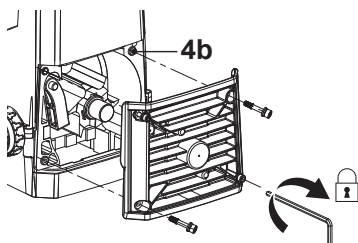

Fig. 15
5. Remettez en place la lame et la contre-lame (si vous les avez enlevées), le capot [4] (Fig. 15, étape 1), et fixez-les en serrant les boulons (x4) [4a] à l'aide de la clé hexagonale [24] (Fig. 15, étape 2). Veuillez noter que les boulons à demi-filet vont dans les trous en haut à droite et en bas à gauche (Fig. 15).